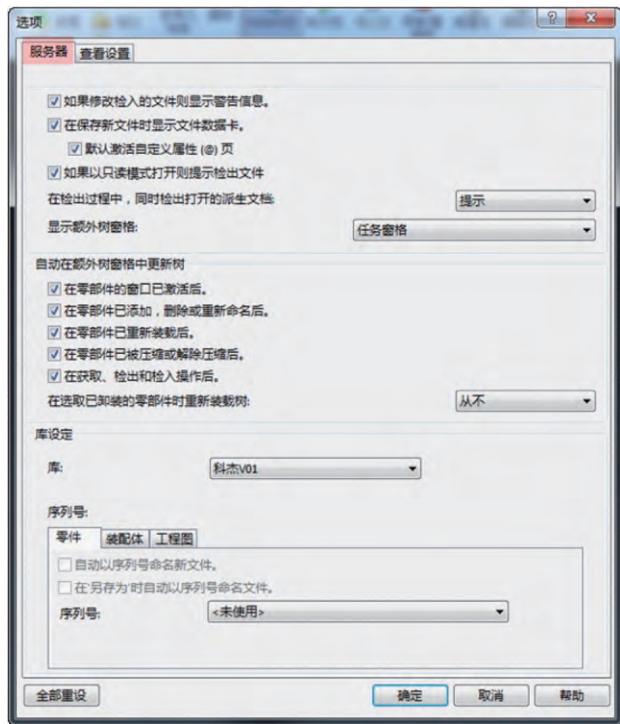

图 8
(2) 在“Enterprise PDM”→“选项”下的“服务器”页中，按图 8 所示进行设置。